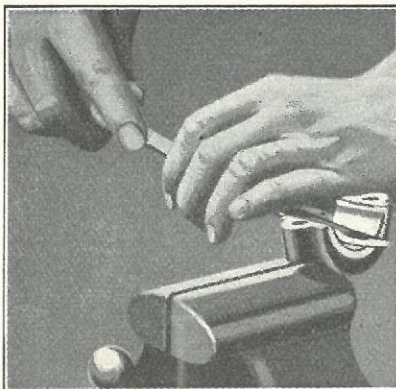

Fig. 236
- De Punkter af Lejet, der er kommet i Forbindelse med Akslen, vil vise sig blanke. Dette er de høje Punkter, og de skal fjernes med en Lejeskraber (Fig. 236). Skrab meget let, da et dybt Hul er svært at faa ud.